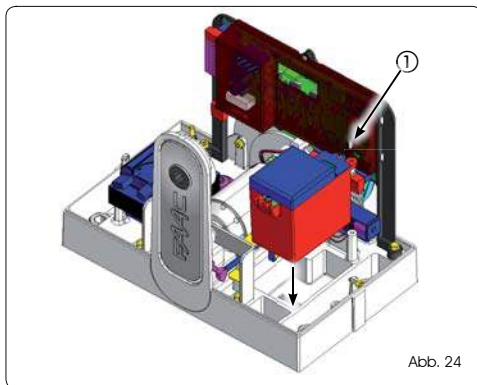

Abb. 24
Das Batterie-Set gemäß Abb. 24 montieren. Das Set in den entsprechenden Sitz einführen und mit der Schraube Bez. ① befestigen. Das Set mit dem entsprechenden Stecker auf der Leiterplatte verbinden (siehe entsprechende Anweisung).